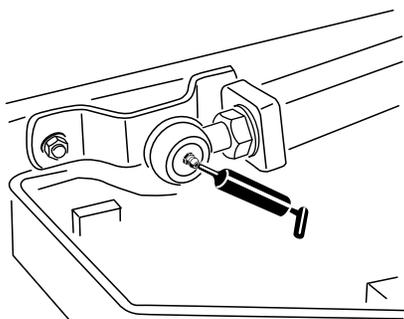

Figure 68
- 2 rotules de bras de levage (Figure 68)